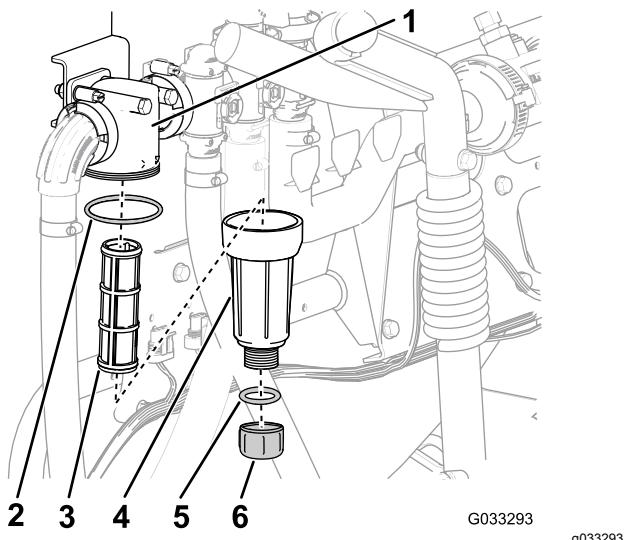

図 56
- 圧力フィルタの下に受け容器をおく図56。
3. 圧力フィッティングのドレンプラグを左に回して外す図56。
4. ボウルを左に回してフィルタヘッドから外す図56。
5. 古い圧力フィルタエレメントを外す図56。
6. ドレンプラグのOリングボウルの内側とボウルのOリングフィルタヘッドの内側に傷や破損がないか点検する図56。
7. 新しい圧力フィルタエレメントをフィルタヘッドに取り付ける図56。
8. ヘッドにボウルを取り付けて手締めする図56。
9. ボウルにプラグ取り付けて手締めする図56。